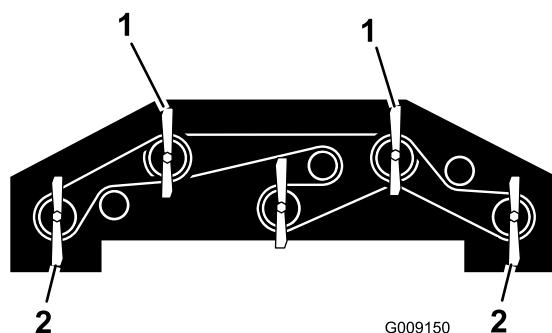

Figura 136
1. Rode cada lâmina para que aponte a direito para a frente (**Figura 136**).